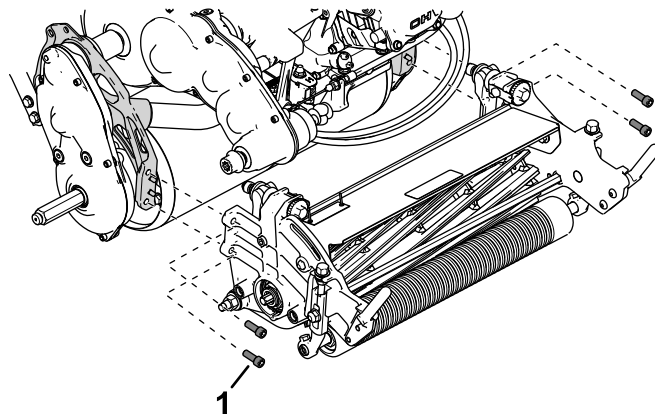

Figure 45
5. Fixez l'unité de coupe au cadre à l'aide de 4 vis à tête creuse (Figure 45).